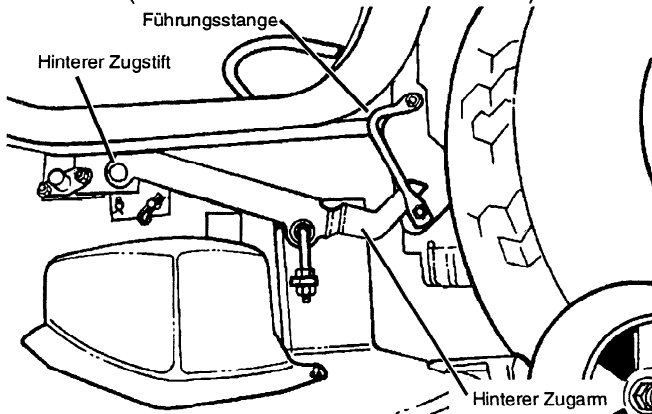

ABBILDUNG 51
Mähers verbinden (siehe Abbildung 51).
- Mähwerksgehäuse-Hubhebel auf die tiefste Position herablassen, dabei hintere Zugarme in den Führungsstangen zentrieren (siehe Abbildung 51).